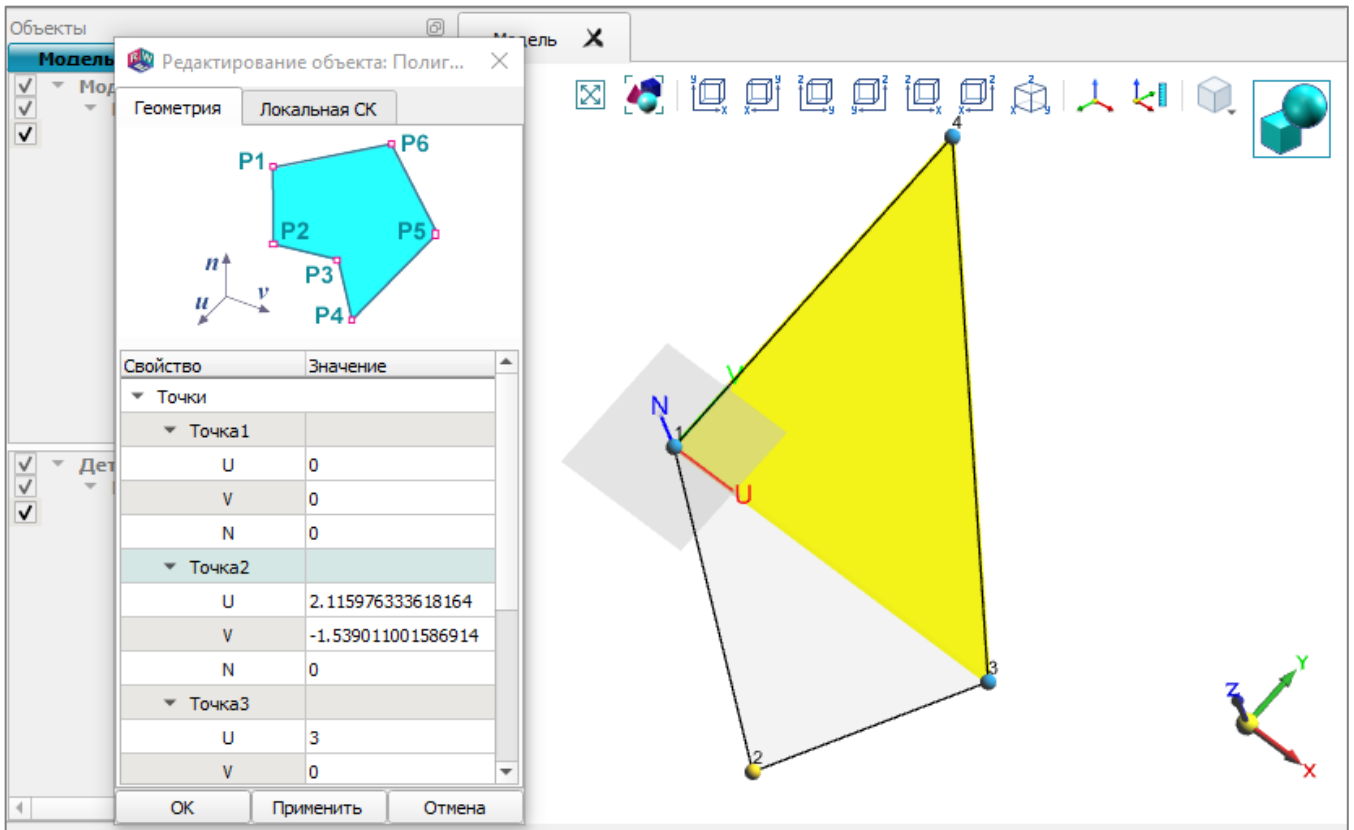

Рис. 24
4) редактирование координат новой точки также можно выполнить интерактивно, как описано в пункте 2. Перемещение новой точки выполняется в плоскости полигона (рис. 24);